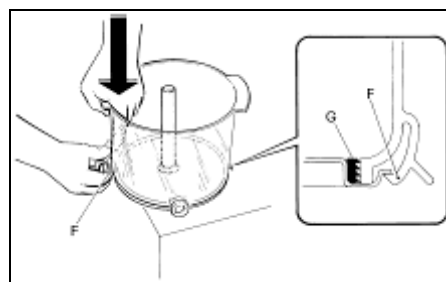

Fig. 5
- **I**n fase di montaggio posizionare la guarnizione G come mostrato in fig 5.
- **A**l fine di facilitare il montaggio, cospargere di vaselina o altro lubrificante idoneo la sede del contenitore (A) a contatto con la guarnizione (G) (fig. 5).
- **T**irare verso l'esterno la leva (F) e spingendo verso il basso (fig 5) inserire la vasca nella sua sede.